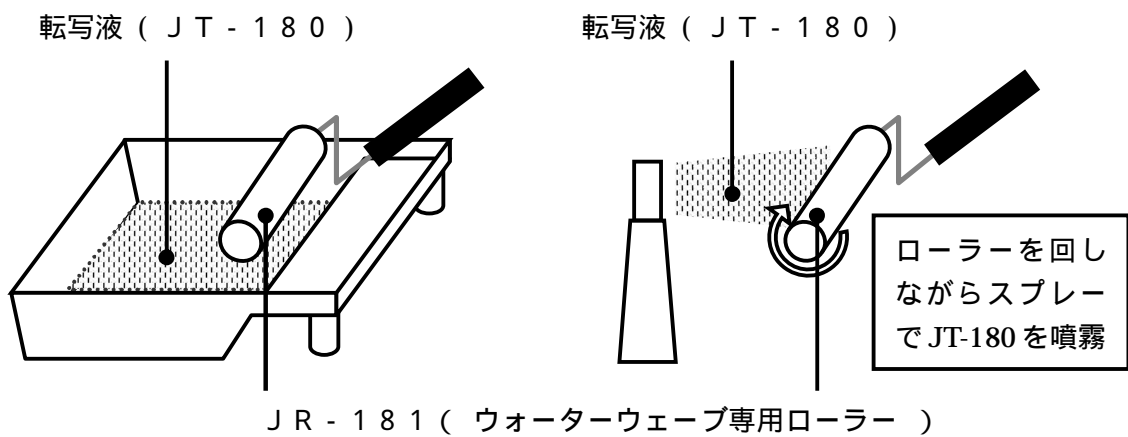

図2
- ・専用ローラーJR-181に転写液JT-180を塗布してください(図2)。